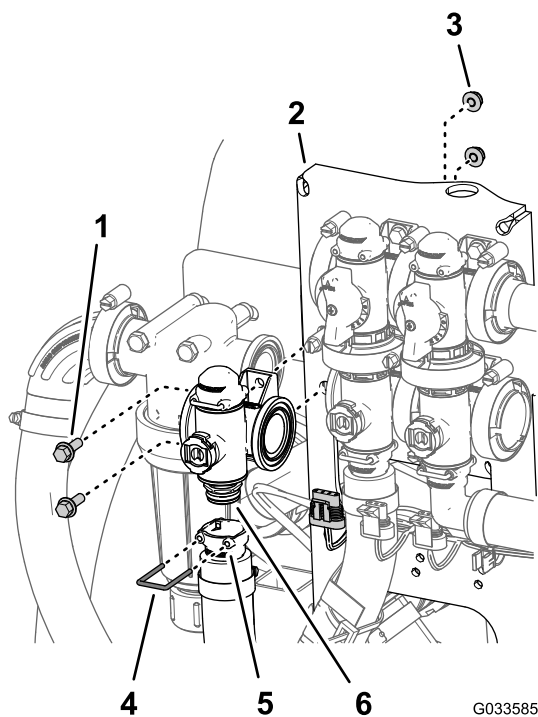

Рисунок 114
- Снимите держатель, который крепит выпускной штуцер к муфте коллектора клапана управления нормой внесения (Рисунок 114).
- Отверните 2 болта с фланцевыми головками ( $\frac{1}{4} \times \frac{3}{4}$  дюйма) и 2 фланцевые контргайки ( $\frac{1}{4}$  дюйма), с помощью которых клапан управления нормой внесения присоединяется к опоре крепления клапанов, и снимите коллектор клапана с машины (Рисунок 114).